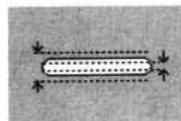
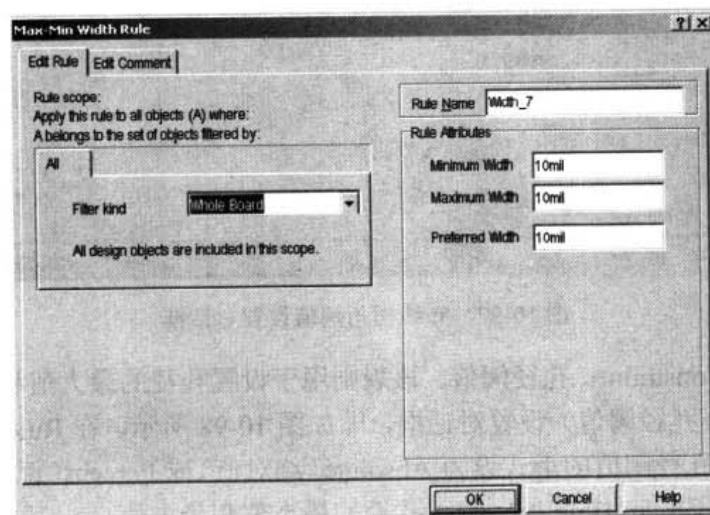

图 10-94 布线宽度
图 10-95 Max-Min Width Rule（布线宽度）设置对话框
- Width Constraint: 布线宽度。该规则用于设置布线时导线宽度的最大允许值和最小允许值，如图 10-94 所示。Max-Min Width Rule（布线宽度）设置对话框，即如图 10-95 所示。可在 Rule Attributes 栏中要求定义布线宽度的 Minimum Width(最小值)、Maximum Width(最大值)、Preferred Width(首选值)。首选值可被用于自动布线和手工布线的过程。而最小值和最大值可被用于在线 DRC 过程